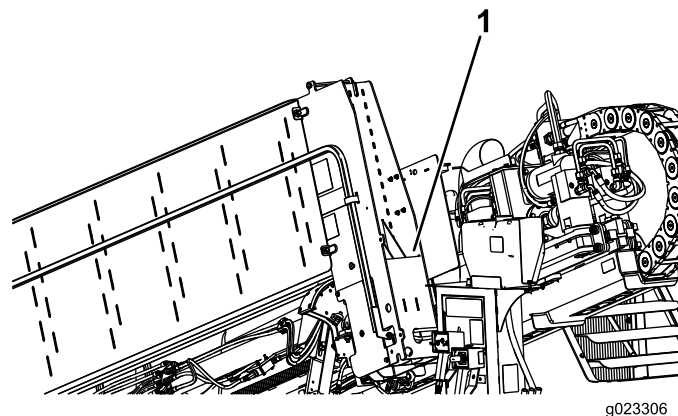

Figura 98
7. Guarde a trava do cilindro ao lado do reservatório de anticongelante (Figura 98).